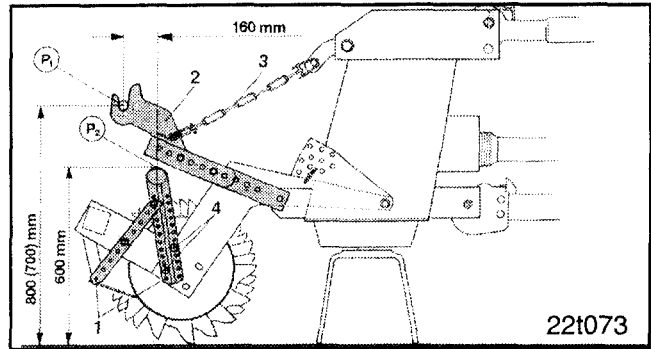

Fig. 1.10
Vor der Montage der Stützstreben (Fig. 1.10/1) ist der Auflagepunkt "P2" zu ermitteln. Der Auflagepunkt "P2" hat wiederum einen bestimmten Abstand zum Kupplungspunkt "P1" am Kupplungsrahmen. Deshalb ist es erforderlich, zuerst den Kupplungspunkt "P1" genau einzustellen. Dazu ist der Kupplungsrahmen (Fig. 1.10/2) anzuheben und maßlich genau (800 mm über dem Boden) festzusetzen (siehe Fig. 1.10). In dieser Stellung ist der Kupplungsrahmen z. B. durch Spannen der Ketten (Fig. 1.10/3) zu fixieren.
Der Auflagepunkt "P2" liegt 600 mm über dem Boden und 160 mm vor dem Kupplungspunkt "P1" (siehe Fig. 1.10).
Stützstreben (Fig. 1.10/1) anschrauben.
**Die breite Stützstrebe mit der doppelten Lochreihe ist mit mindestens zwei Skt.-Schrauben (Fig. 1.10/4) an der Packerwalze zu befestigen.**
Nach der Montage aller Kupplungsteile an der Bodenbearbeitungsmaschine ist die Länge der Ketten (Fig. 1.10/3) auf das endgültige Maß einzustellen. Die Kettenlänge ist so einzustellen, dass das Maß vom Boden bis zum Punkt "P1" nur noch 700 mm, statt anfänglich 800 mm beträgt (siehe Klammermaß in Fig. 1.10). Dadurch hängen die Ketten später bei der Arbeit auf dem Feld leicht durch und gewährleisten so die optimale Steinsicherung für Ihre Bodenbearbeitungsmaschine. Die genaue Funktionsbeschreibung hierzu finden Sie in Kap. 1.7.